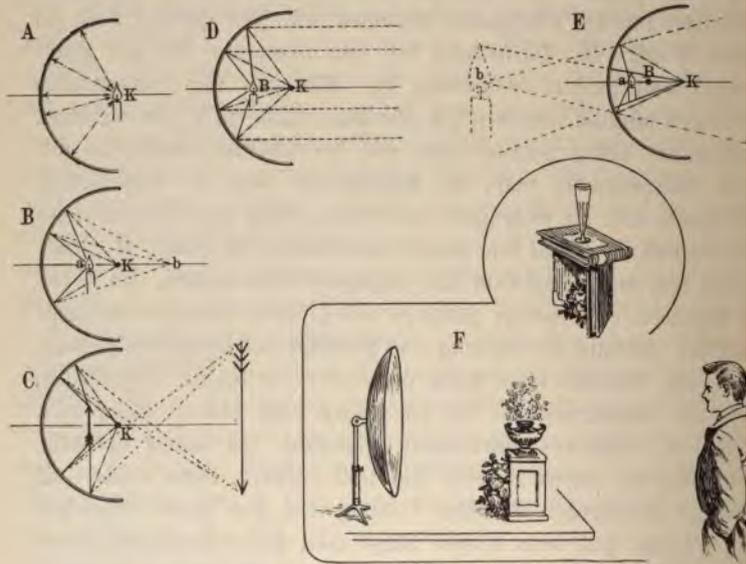

Fig. 71. Erscheinungen am Hohlspiegel.
Zieht man, wie es auf Fig. 71 (i. S. 292) mehrfach geschehen ist, auf einem Blatt Papier eine horizontale Linie, setzt irgendwo auf ihr mit dem Zirkel ein und schlägt einen halben Kreisbogen, durch dessen Mitte die Linie geht, so kann dieser als die Schnittlinie durch einen kugeligen Hohlspiegel gedacht werden. Stellt man sich die hohle Halbkugel aus Glas vor und auf der Außenseite versilbert, so wird sich offenbar jeder Gegenstand an der Innenseite spiegeln müssen. Es braucht darum natürlich der Spiegel nicht eine volle Halbkugel zu sein, jedes kleinste Glas ist ein Hohlspiegel, wenn es nur das Stück einer Kugelschale ist.
Der Punkt *K*, um den wir den Spiegel mit einem gewissen Radius konstruiert haben, heißt der Krümmungsmittelpunkt desselben und hat offenbar für ihn eine ganz besondere Bedeutung. Denn bringt man in ihm ein Licht an, so sieht man wohl (Fig. 71 A), daß alle von ihm ausgehenden Strahlen senkrecht auf die Spiegelfläche fallen und von diesen wissen wir bereits, daß sie wieder in derselben Richtung zurückgeworfen werden und sich daher in dem Licht wieder vereinigen müssen. Beobachten wir nun die Veränderung der Strahlenrichtung bei der Annäherung des Lichtes an den Spiegel, wobei wir annehmen wollen, daß sie auf der zuerst gezeichneten geraden Linie, der sogenannten optischen Achse des Spiegels, geschehe. Jedenfalls fallen die Strahlen nun nicht mehr senkrecht, sondern schief auf die Spiegelfläche und werden nicht mehr nach der Lichtquelle zurückgeworfen. Ihr Gang läßt sich aber leicht bestimmen,
wenn man das Reflexionsgesetz, daß jedenfalls der Einfallswinkel gleich dem Ausfallswinkel sein müsse (S. 276), berücksichtigt. Das erforderliche Einfallslot im Fußpunkte eines jeden Strahles, von denen wir der Übersichtlichkeit wegen nur drei zeichnen (B), ist schnell hergestellt. Es ist ja nichts anderes als die Verbindungslinie (---) des Krümmungsmittelpunktes *K* mit dem Fußpunkt der einfallenden Strahlen. Strahl und Lot bilden zusammen den Einfallswinkel, den wir auf der anderen Seite des Lotes nur noch einmal anzutragen haben, um sogleich die Richtung des reflektierten Strahles (---) zu erhalten. Man sieht dann sofort zweierlei, daß nämlich einmal alle reflektierten Strahlen sich in ein und demselben Punkte schneiden und dann, daß der Schnittpunkt auf der optischen Achse und außerhalb des Krümmungsmittelpunktes liegt. Wo aber reflektierte Strahlen sich schneiden, da wissen wir wohl, entsteht nach den für jede Spiegelung gültigen Gesetzen ein Bild der Lichtquelle, nur daß sich bei einem ebenen Spiegel die Strahlen hinter dem Spiegel schneiden, bei einem Hohlspiegel vor ihm (S. 277). Mit dem Hohlspiegelbilde hat es daher auch seine eigene Verwandnis: es liegt in einiger Entfernung vor dem Spiegel frei in der Luft und läßt sich dort greifen. Wirklich, halten wir an die angegebene Stelle ein Stück Papier, so erscheint auf ihm eine deutliche Abbildung der Kerze, aber auf dem Kopfe stehend. Wiederum ein Unterschied gegen den gewöhnlichen Spiegel. Es ist aber leicht einzusehen, warum das Bild ein verkehrtes ist, und es lohnt sich für unsere Leser schon, einmal Zirkel und Lineal zur Hand zu nehmen und sich ebenfalls davon zu überzeugen. Sie werden sich bei dieser Gelegenheit daran erinnern, daß jeder Punkt eines beleuchteten Körpers, wenn dieser nicht gerade schwarz ist, eine strahlenaussendende Lichtquelle darstellt. So sendet denn auch der auf der Darstellung C (Fig. 71) in den Hohlspiegel gezeichnete aufrechte Pfeil von allen seinen Punkten Lichtstrahlen aus. Wir betrachten nur seine Spitze und seinen Fuß und zeichnen von beiden Punkten aus Strahlen nach dem Spiegel. Es wird unseren Lesern ein leichtes sein, nach den gegebenen Regeln, durch Konstruktion des Einfallswinkels
Was mag nun wohl geschehen, wenn die Lichtquelle den Hohlspiegel noch über den Brennpunkt hinaus genähert wird? Auch diese Frage wollen wir beantworten. Die Strahlenkonstruktion nach unserem bewährten Rezept (Fig. 71, E) ergibt ein Auseinanderlaufen der reflektierten Strahlen. Von einem Schnittpunkt und einem Bilde vor dem Spiegel kann mithin gar keine Rede sein. Unsere Leser werden sich aber erinnern, daß wir bei
Fig. 71, F zeigt die Anordnung der Apparate für eine optische Erscheinung (früher nannte man derartige Erscheinungen Phantasmagorieen), welche die Anwesenheit eines Blumenstraußes in einer Vase dem in einiger Entfernung vor dem Spiegel stehenden Beschauer vortäuscht. Es steht aber nur eine leere Vase auf dem Postament und der Blumenstrauß, dessen Bild durch Schiefriechung des Spiegels über der Vase erscheint, hängt an der Rückseite des Postaments. Die Täuschung ist so vollkommen, daß man seinen